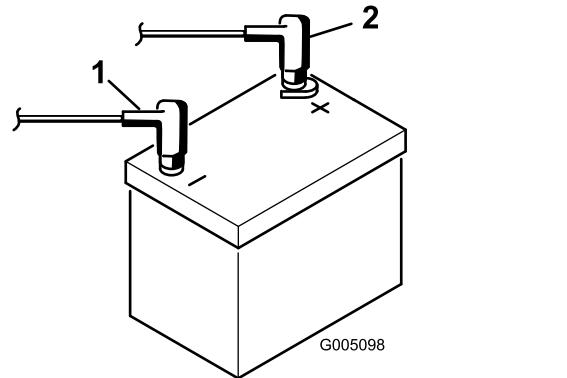

図4
- 赤いケーブルをバッテリーの端子に、黒いケーブルはバッテリーの端子にはめ、ボルトとナットで固定する図4。プラス端子が電極に十分にはまり込んでいること、ケーブルの配線に無理がないことを確認する。ケーブルとバッテリーカバーを接触させないこと。